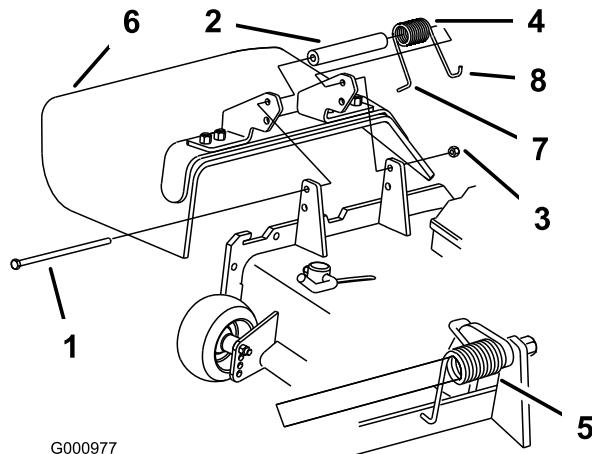

図 2
- デフレクタのブラケットの間にスペーサとスプリングを入れる(図 2)。スプリングの左側Jデッキのエッジに引っ掛ける。
- ボルトとナットを取り付ける。スプリングの右側のJフックを、デフレクタに引っ掛ける(図 2)。
注 ボルトを取り付ける前に、スプリングのJ字フックがデッキの後部エッジに図 2のように取り付けられていることを確認してください。